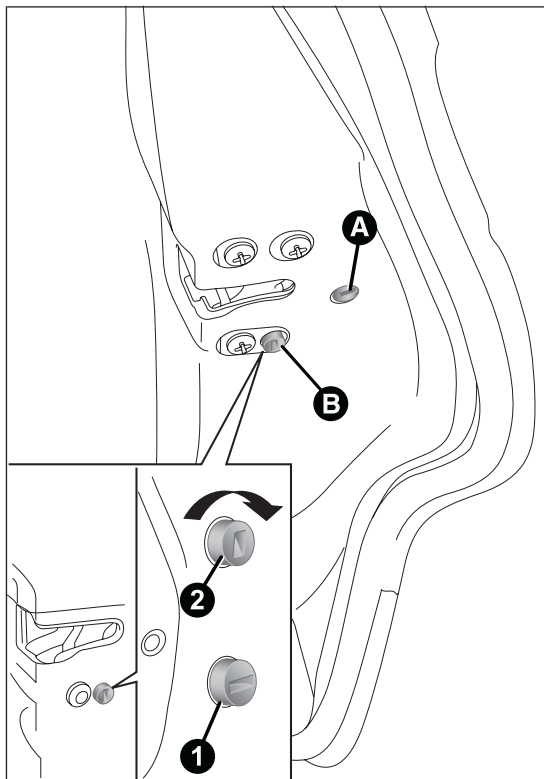
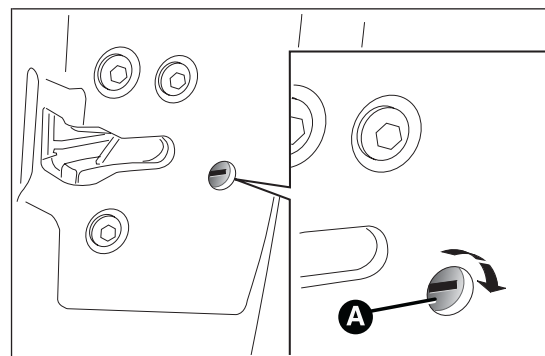

fig. 74
fig. 75
Il empêche l'ouverture des portes arrière de l'intérieur. Le dispositif A fig. 74 peut être activé uniquement lorsque les portes sont ouvertes :
- insérer la pièce métallique de la clé de contact dans le logement A fig. 75 (porte avant côté passager) ou B fig. 74 (portes arrière) ;